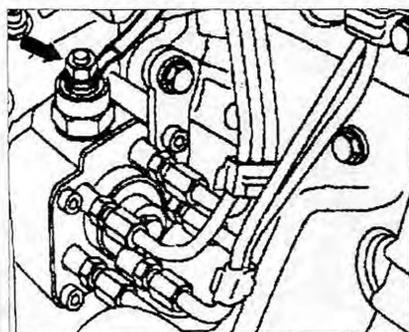

Рис. 2.71. Открутите болты крепления троса (стрелка) от отсечного клапана топливного насоса.
- открутите болты крепления троса (стрелка) от отсечного клапана топливного насоса (рис. 2.71);